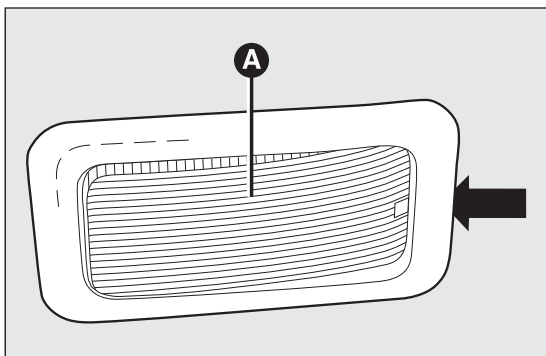

РИС. 120
- с помощью отвертки из комплекта инструментов извлечь плафон А РИС. 120, воздействуя в точке, обозначенной стрелкой;